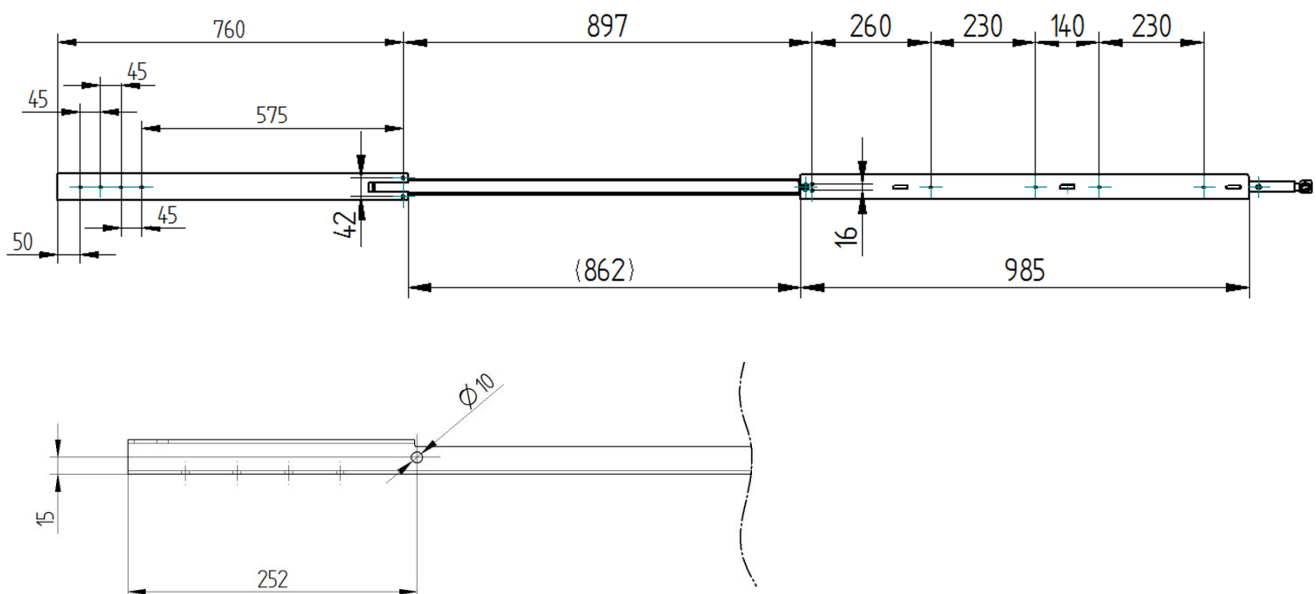

Abbildung 3 , Montagelochbild und seitliches Montageloch
Je nach gewünschter Position im Eckrungenprofil, muss ein entsprechendes Lochbild ($\varnothing 6,8$ mm) in den Eckrungen erzeugt werden (siehe Abbildung 3, Montagelochbild)
1. Lochbild (siehe Abbildung 3 , Montagelochbild) in Eckrung einbringen